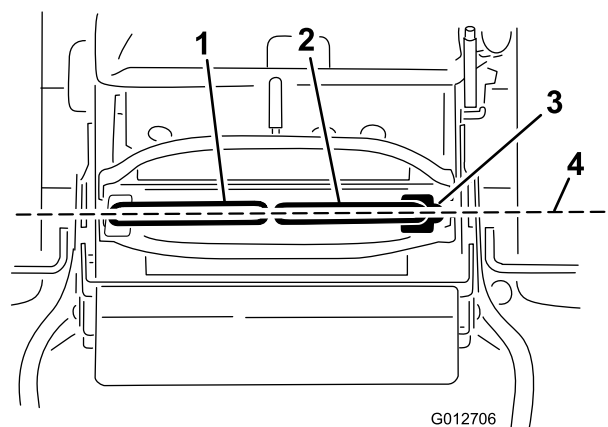

Figura 70
Importante: Compruebe el avance de la máquina después de ajustar las palancas de control de movimiento. Se utiliza el mismo procedimiento para ajustar la dirección y para alinear las palancas de control de movimiento hacia adelante-atrás (Figura 70).
- Una vez ajustada la alineación horizontal, compruebe la alineación adelante-atrás empujando ligeramente hacia adelante las palancas de control de movimiento para eliminar cualquier holgura del acoplamiento de las palancas de control (Figura 70).